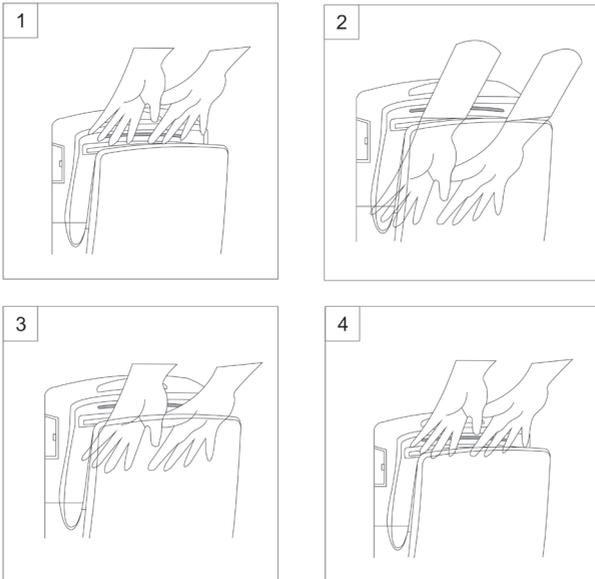

Fig. 4
- Pour sécher les mains suivre les instructions de la **fig 4**.